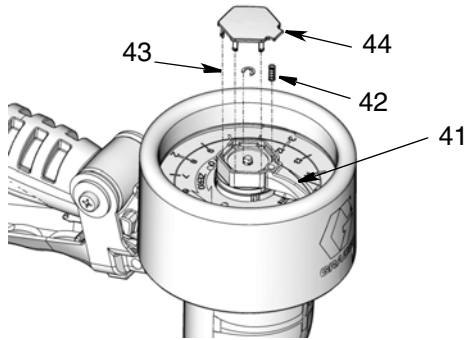

ABB. 14
2. Abdeckung (44), kleinen Haltering (43), Zeigerbügel (41) und Zeigerfeder (42) (ABB. 14) entfernen.